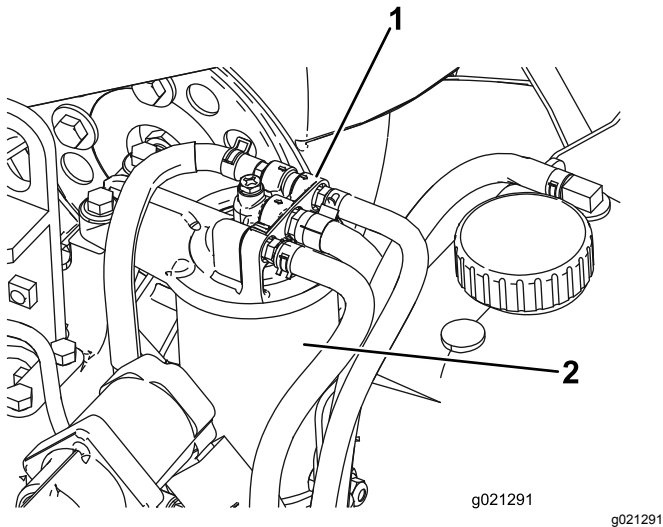

Figura 82
1. Limpie la zona alrededor de la cabeza del filtro de combustible (Figura 82).
2. Retire el filtro y limpie la superficie de montaje de la cabeza del filtro (Figura 82).